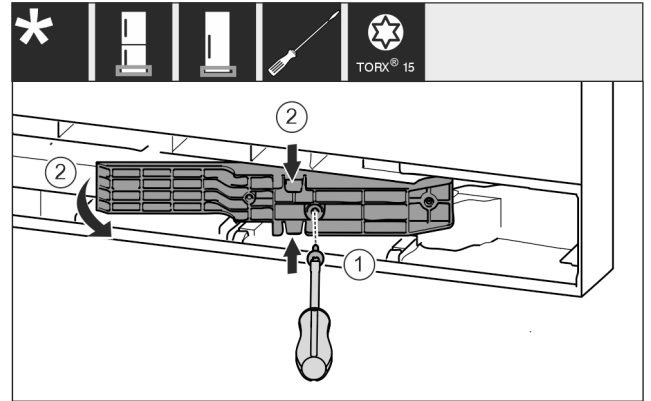

Fig. 18 *
- ▶ Odvijačem T15 otpustite vijke. Fig. 18 (1)*
- ▶ Izvadite adapterski element. Fig. 18 (2)*